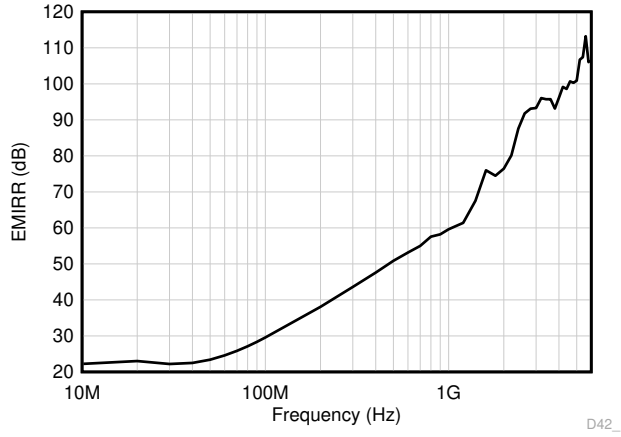

图 7-4. EMIRR 测试
OPAx310 使用集成电磁干扰 (EMI) 滤波来降低干扰源 (如无线通信设备 (射频干扰 (RFI)) 以及混合使用模拟信号链和数字组件的高密度电路板) 产生的 EMI。通过电路设计技术可改进 EMI 抗扰度；OPAx310 受益于这些设计改进措施。德州仪器 (TI) 已具备在 10MHz 至 6GHz 宽频谱范围内准确测量和量化运算放大器抗扰度的能力。图 7-4 展示了在 OPAx310 上执行此测试的结果。表 7-1 展示了 OPAx310 在实际应用中通常会遇到的特定频率下的 EMIRR IN+ 值。运算放大器的 EMI 抑制比应用报告包含了与运算放大器相关的 EMIRR 性能主题，该报告可在 [www.ti.com](http://www.ti.com) 上下载。